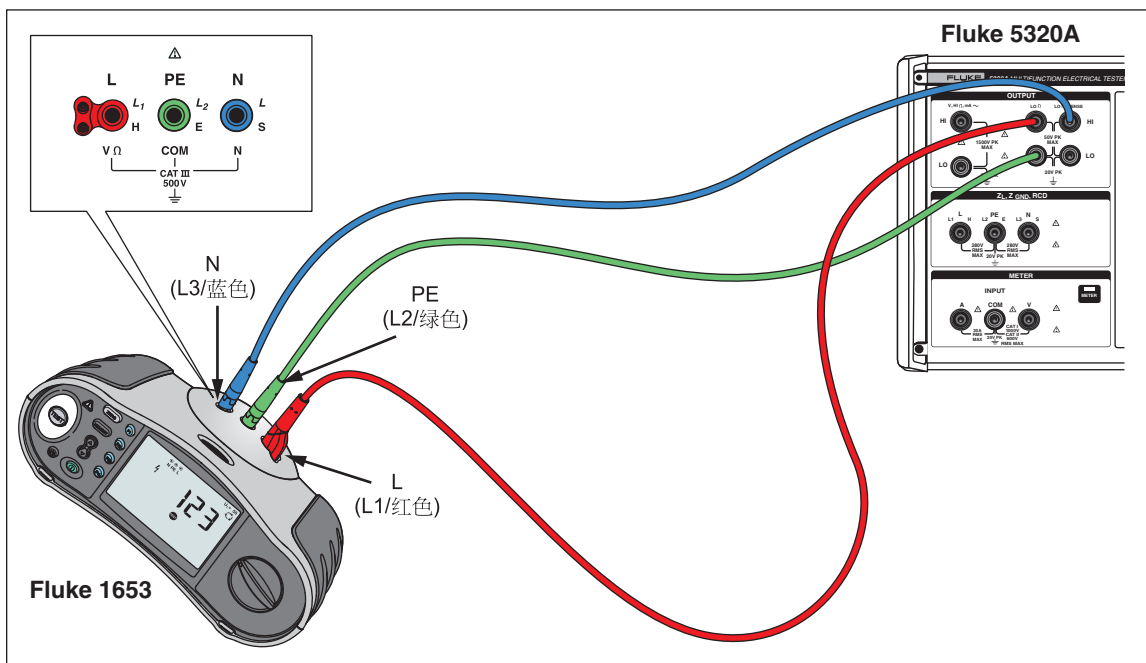

图7-2.接地电阻校准连接
2. 使用图7-2 作为参考, 将 UUT 连接到校准器的 **LO Ω HI**和**LO**端子以及**LO Ω Sense HI** 端子。